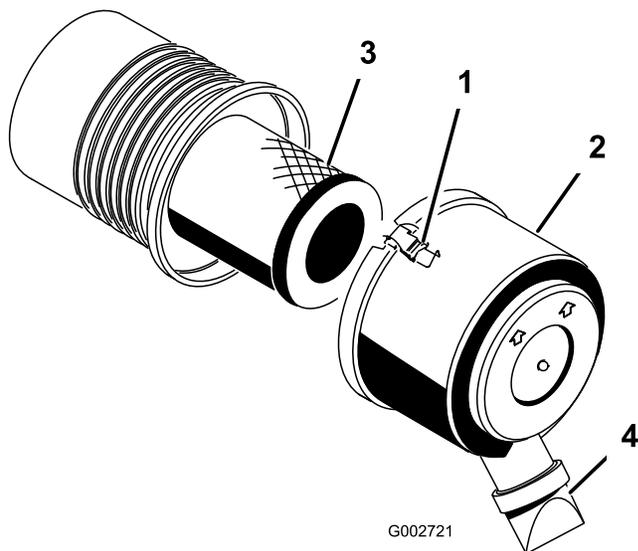

図 26
1. エア・クリーナのカバーをボディに固定しているラッチを外す (図 26)。